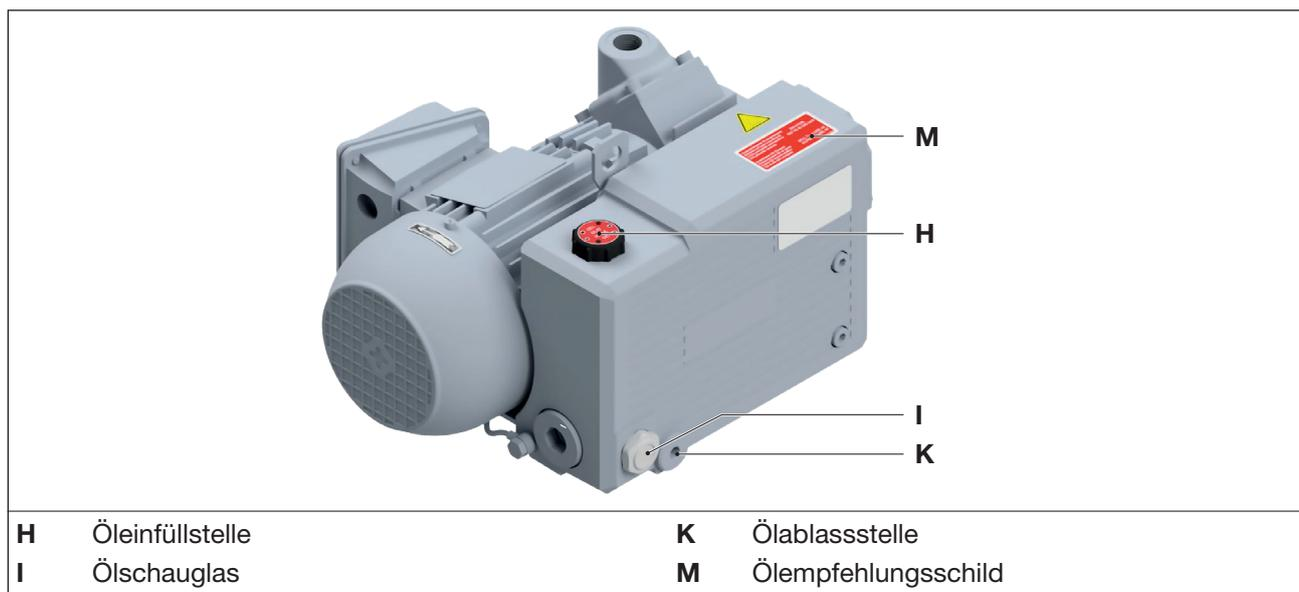

Abb. 7 Ölwechsel
Als Betriebsmittel empfehlen wir die Verwendung folgender Elmo Rietschle Öle, siehe Ölempfehlungsschild (Abb. 7/M) sowie Tab. 3 auf Seite 29:
- Verschluss der Öleinfüllstelle (Abb. 7/H) öffnen und Öl bis zur Oberkante des Schauglases (Abb. 7/I) auffüllen.
- Verschluss der Öleinfüllstelle (Abb. 7/H) öffnen, Ölablassstelle (Abb. 7/K) öffnen und Altöl vollständig ablassen.
- Ölablassstelle (Abb. 7/K) verschließen und neues Öl an der Öleinfüllstelle (Abb. 7/H) einfüllen.
- Ölstand am Schauglas (Abb. 7/I) kontrollieren.
- b) Zwei Schrauben (Abb. 7/s₃) am Ausblasdeckel (Abb. 7/T) lösen und Ausblasdeckel inkl. Dichtung von der Pumpe abnehmen.
- c) Luftentölelement (Abb. 7/L) mit einem Ringschlüssel (Schlüsselweite 10 mm) gegen den Uhrzeigersinn herausschrauben und umweltgerecht entsorgen.
- d) O-Ring (Abb. 7/d) des neues Luftentölelements auf richtigen Sitz prüfen und leicht einölen.
- e) Neues Luftentölelement (Abb. 7/L) einschieben und im Uhrzeigersinn einschrauben.
- f) Ausblasdeckel (Abb. 7/T) mit den zwei Schrauben (Abb. 7/s₃) montieren. Anzugsmoment: 6 Nm